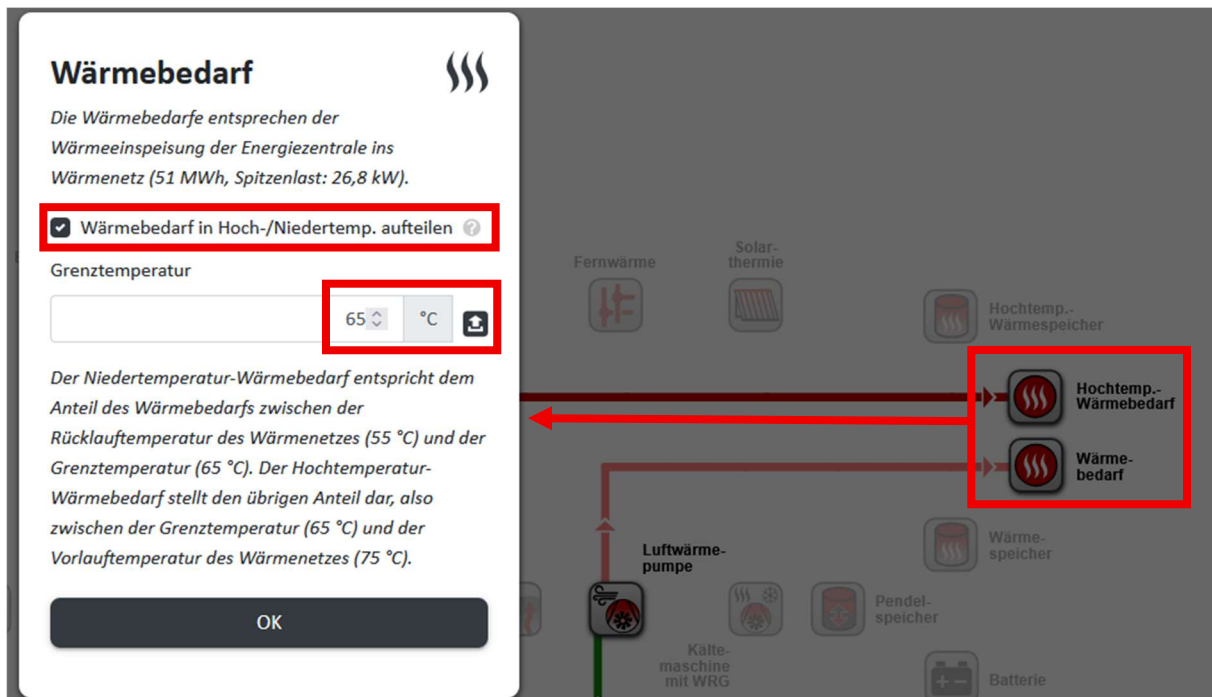

Abbildung 5: Aufteilung des Wärmebedarfs in einen Nieder- und Hochtemperaturanteil für das Quartiers-Projekt durch Eingabe einer Grenztemperatur.
- **Quartiersprojekt:** Der in der Quartiersberechnung ermittelte Wärmebedarf kann im Energiezentralen-Modul direkt über ein Temperaturband (konstant oder per Zeitreihe) in einen Nieder- und Hochtemperaturbereich aufgeteilt werden, siehe hierzu Abbildung 5. Wenn beispielsweise die Luftwärmepumpe den Rücklauf bis zu 65 °C anheben soll und der Rest über einen Kessel erfolgen soll, wird als Grenztemperatur 65 °C gewählt.